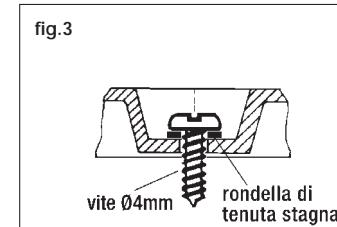

fig.3
- per garantire la tenuta stagna è indispensabile applicare le guarnizioni da noi fornite sui fori di fissaggio utilizzando viti di diametro 4mm (fig.3).